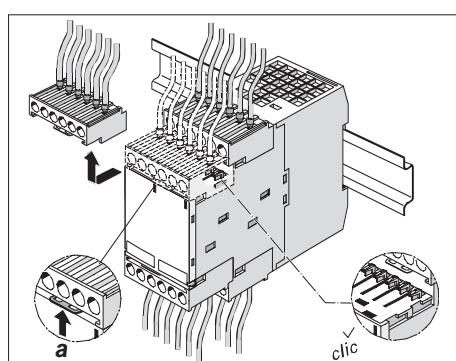

Fig. 2: retrait et encliquetage des bornes de raccord codées
- Pour retirer les bornes de raccord codées, décaler le ressort d'arrêt **a** et ôter la borne par l'avant (voir Fig. 2).